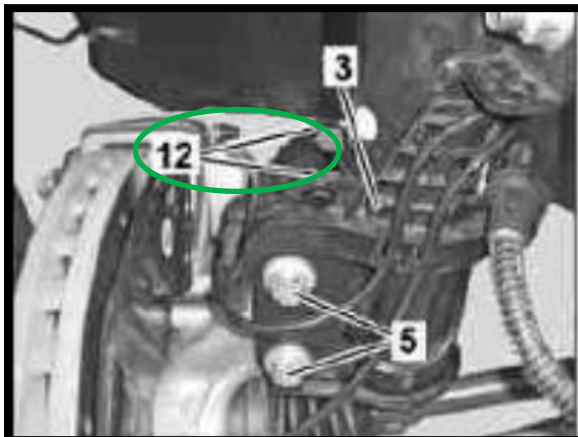

FIGURA 5 - #12
7. TAGLIARE IL FERMACAVO DALL'AMMORTIZZATORE E SGANCIARE LA STAFFA DELLA TUBAZIONE. (FIGURA 5 - #12)